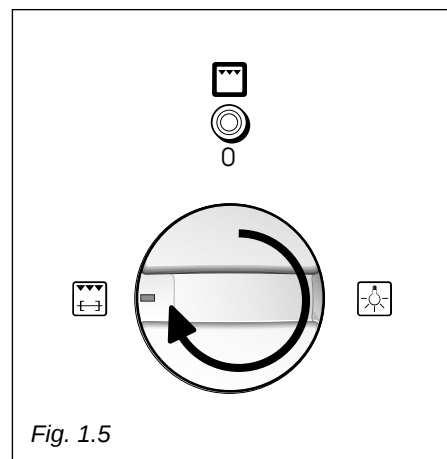

Fig. 1.5
Al girar en sentido horario el botón del interruptor (fig. 1.5) hasta el símbolo grill , se producirá el encendido del grill eléctrico y del motor del asador giratorio. El indicador encendido sobre el botón señaliza el funcionamiento del grill.
- Ponga en función el grill y el asador giratorio girando el botón correspondiente al símbolo  (fig 1.5).